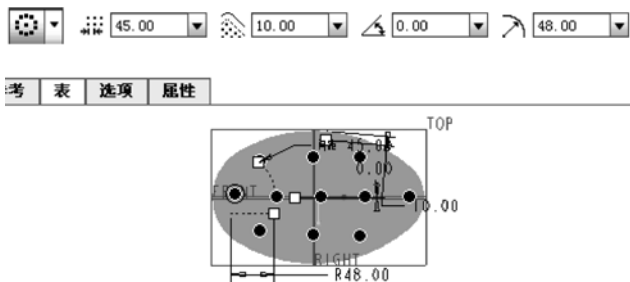

图 5-54 设置选定栅格模板的相关参数
⑥ 从“栅格模板”下拉列表框中选择“同心圆”栅格模板.
⑦ 在文本框中输入“45”，在文本框中输入“10”，在文本框中输入“0”，在文本框中输入“48”，如图 5-54 所示。